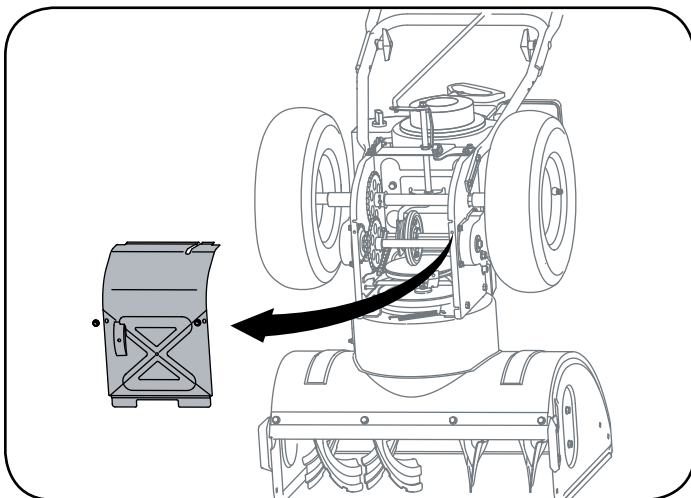

Figura 18
1. Saque los tornillos autorroscantes de la cubierta del marco ubicada debajo de la máquina quitanieve. Consulte la figura 18.
2. Drene la gasolina de la máquina quitanieve o coloque un trozo de plástico debajo del tapón de llenado del combustible. Incline con cuidado la máquina quitanieve hacia arriba y hacia delante de manera que quede apoyada sobre la caja. Saque los tornillos autorroscantes de la tapa del marco ubicada debajo de la máquina quitanieve y mueva hacia afuera dicha cubierta. Vea la figura 18.
1. Con la máquina quitanieve inclinada hacia delante (asegúrese de vaciar la gasolina o de colocar una película plástica debajo del tapón de llenado del combustible si la máquina ya ha sido puesta en funcionamiento), saque la cubierta del marco ubicada bajo la máquina quitanieve, para lo cual debe sacar los tornillos autorroscantes. Vea la figura 18.